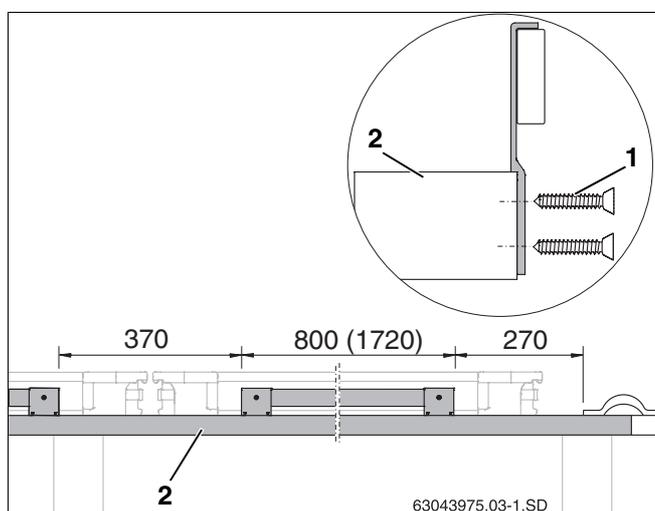

Fig. 11 Fixer les dispositifs anti-glisserment sur la latte (dimensions en mm, valeurs entre parenthèses = version horizontale)
- Poser le dispositif anti-glisserment prémonter sur la première latte supplémentaire (fig. 11, **pos. 2**) et le fixer à l'aide de deux vis 4x40 (fig. 11, **pos. 1**) (respecter les dimensions indiquées).